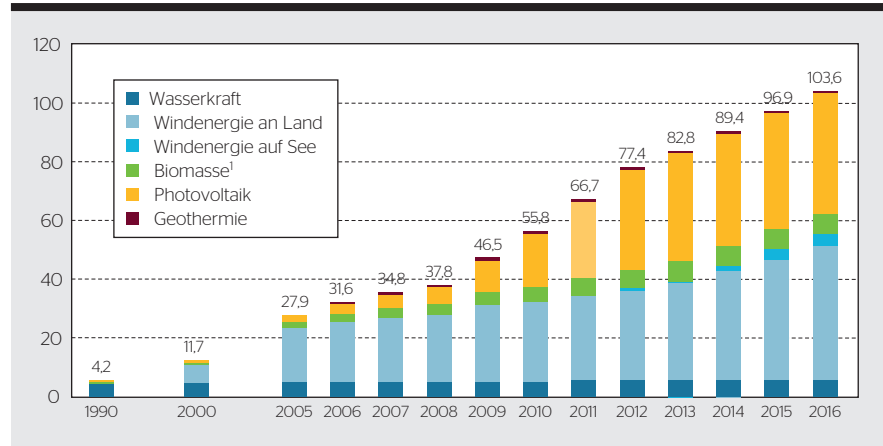

Bild 1 Erneuerbare Stromerzeugung in Deutschland.
**D**er Ausstieg aus der Kernenergie wie z.B. in Deutschland und der starke Anstieg an alternativen Energieerzeugern wie Windparks und Photovoltaikanlagen (**Bild 1**) gehen nicht spurlos am Betrieb der Stromnetze vorbei.